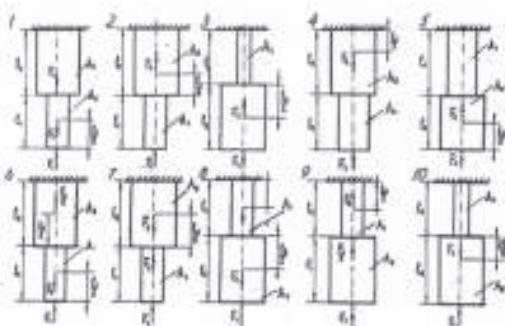

Рис. 1
**Задача №1.** Стальной стержень ступенчатой формы нагружен внешними силами  $F_1$  и  $F_2$  как показано на (рис. 1). Построить эпюры продольных сил, нормальных напряжений и перемещений поперечных сечений стержня, приняв модуль упругости  $E = 2 \cdot 10^5$  МПа. Числовые значения внешних сил  $F_1$  и  $F_2$ , а также площади поперечных сечений  $A_1$ ,  $A_2$  и линейные размеры ступеней стержня  $l_1$  и  $l_2$  принять по табл. 1.